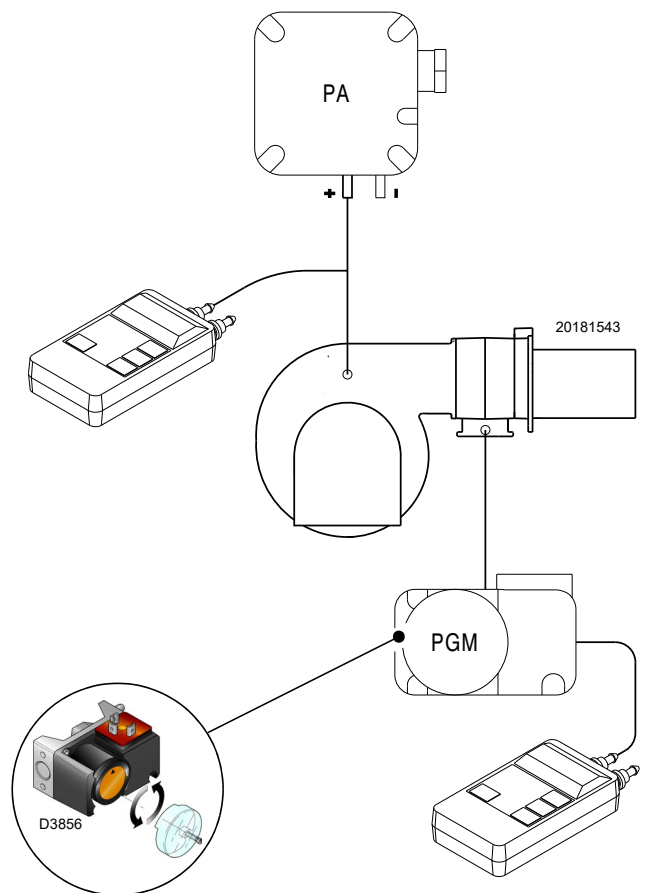

Fig. 29
- Regular el presostato gas de máxima (Fig. 29) en el fin de la escala.
Después de haber efectuado todas las demás regulaciones del quemador, con el presostato gas de máxima regulado al final de la escala, efectuar la regulación del presostato gas de máxima, (Fig. 29). Para calibrar el presostato gas de máxima, conectar un manómetro a su toma de presión, después de haber abierto su grifo. El presostato gas de máxima se debe regular a un valor no superior al 30% de la medida leída en el manómetro con el quemador funcionando a la potencia máxima.